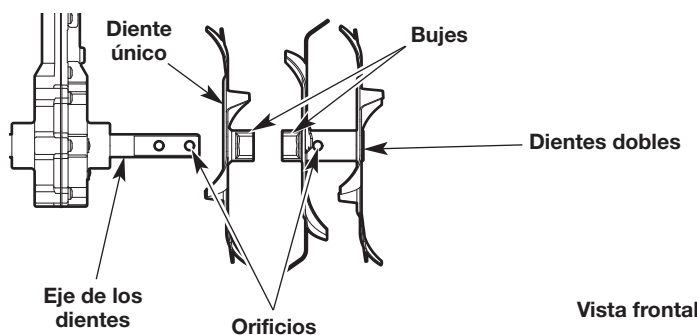

Fig. 14
2. Deslice los dientes nuevos sobre el eje de los dientes. Los bujes deben quedar enfrentados entre sí (Fig. 14). Instale el diente único primero. Luego instale los dientes dobles. Se debe alinear el orificio de los dientes dobles con el orificio del eje de los dientes (Fig. 14).